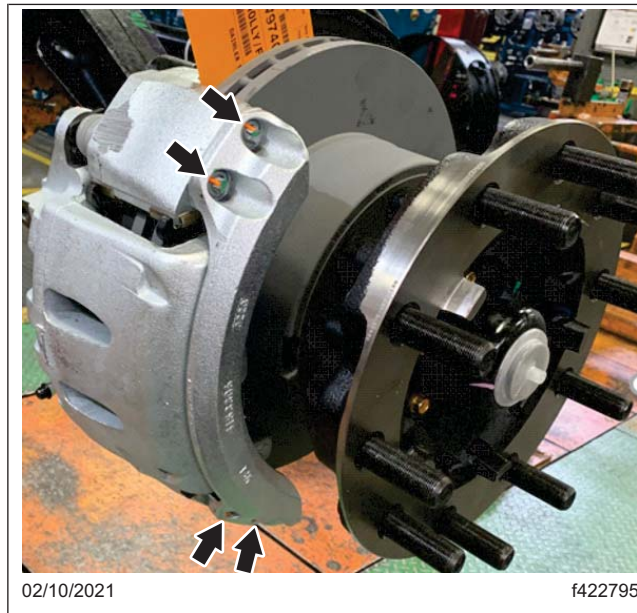

Fig. 1, Boulons de montage de la barre de renfort de l'étrier
5. Réglez une clé dynamométrique à 52 N·m (38 lbf·pi), puis serrez les boulons de fixation de la barre de renfort de l'étrier de chaque côté du véhicule. Reportez-vous à la **Figure 1**.
6. Sur l'étrier dont un ou plusieurs boulons de fixation de la barre de renfort de l'étrier tourne(nt) dans le vide, retirez et jetez les quatre boulons de fixation de la barre de renfort de l'étrier, puis retirez et conservez la barre de renfort. Reportez-vous à la Figure 1.
8. Sur l'étrier dont un ou plusieurs boulons de fixation de la barre de renfort de l'étrier tourne(nt) dans le vide, retirez et jetez les quatre boulons de fixation de la barre de renfort de l'étrier, puis retirez et conservez la barre de renfort. Reportez-vous à la Figure 1.